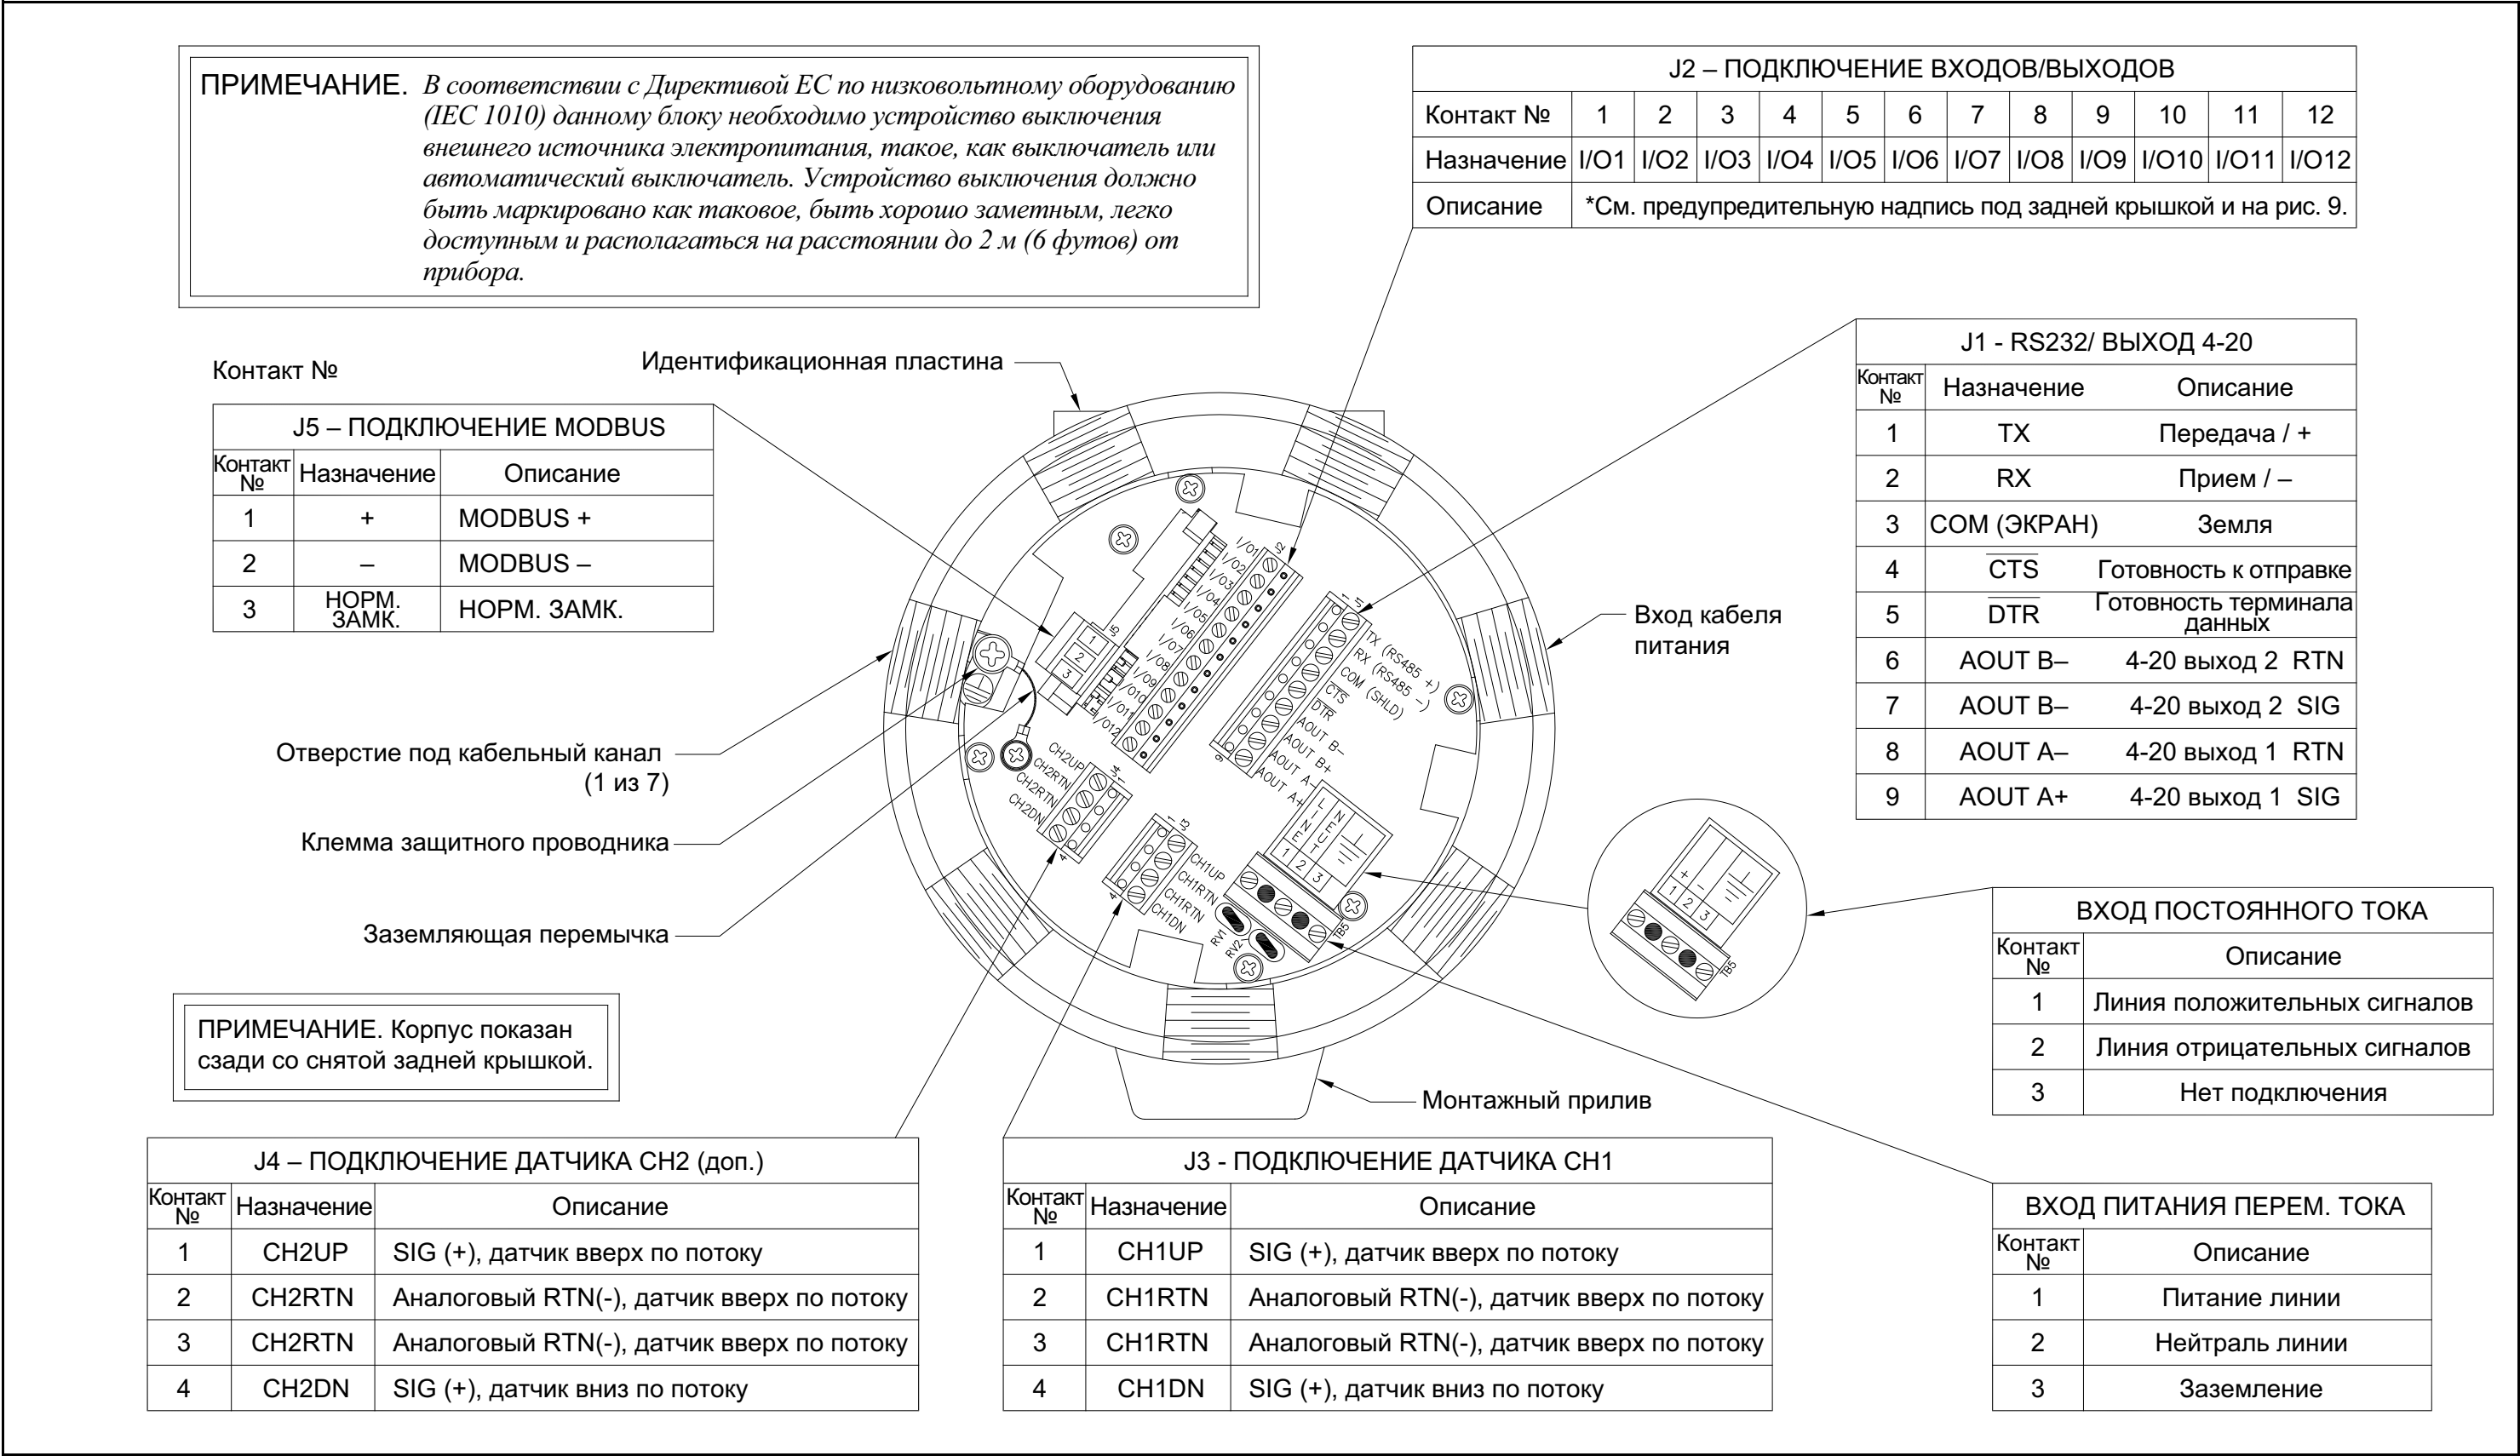

Рис. 7: Электромонтажная схема — электронный блок
Опираясь на *Рис. 7 на стр. 21*, выполните следующие действия:
3. Найдите 12-контактную клеммную колодку (J2) на *Рис. 7 на стр. 21* и выполните электромонтаж дополнительной платы, как указано на метке, расположенной внутри задней крышки (см. *Рис. 2 на стр. 6* и *Рис. 8 на стр. 22*). Закрепите зажим кабеля.